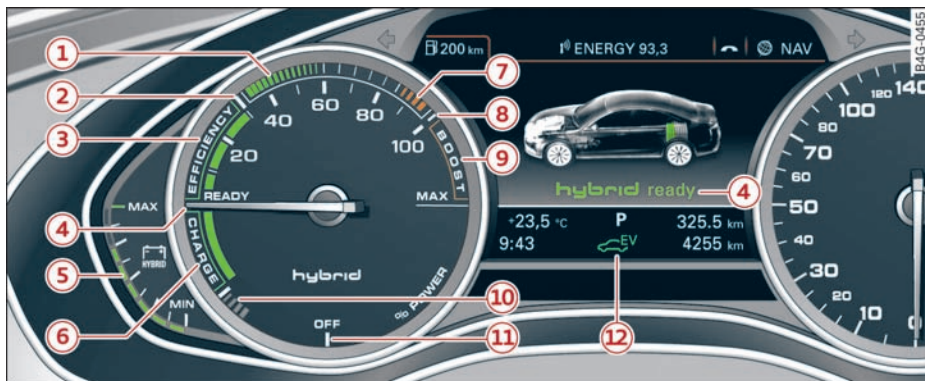

图 110 功率表概览
通过按压按钮  ⇨ 图 111 可突破电动行驶的常规限制, 在电动系统状态允许时始终电动行驶。运行模式于是被切换到最大电动行驶 ③、⑫ ⇨ 图 110。可以在 60 km/h 的恒定车速下纯电动行驶最多约 3 km 的距离。
提前和均匀地轻踩制动踏板时，电动机将汽车制动到停住 ⇨ 图 110 ⑥。此时大部分动能被回收，并作为电能存储到高压蓄电池中。在较强制动时还会附加激活常规制动器 ⇨ 图 110 ⑩。